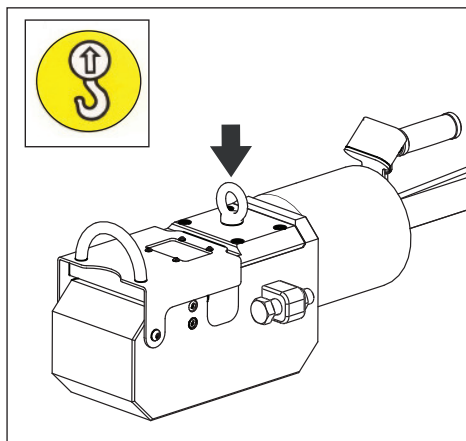

Figura 7, Punto di sollevamento del tagliabarre
- Per spostare o trasportare il tagliabarre, sollevarlo esclusivamente dal golfare. Vedere la figura 7. Utilizzare un attrezzo di sollevamento con una capacità nominale adeguata.